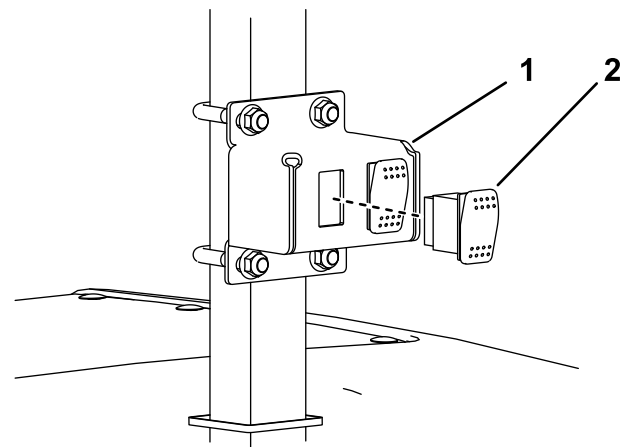

Bild 13
- Verbinden Sie den Schalter der Rundumleuchte mit dem Schalter der Arbeitsscheinwerfer, wie in Bild 13 dargestellt.